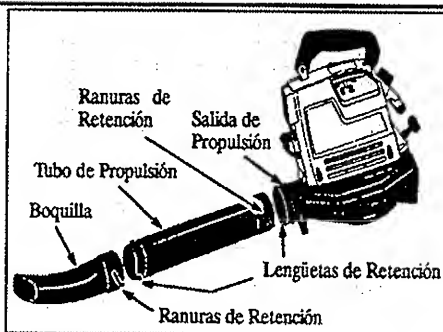

Figura 1
- Ubique las dos lengüetas de retención al costado del tubo de propulsión. Figura 1.
- Alinee las ranuras de retención en el tubo de propulsión con las lengüetas de retención en la salida de propulsión y junte las dos piezas a presión. Figura 1.